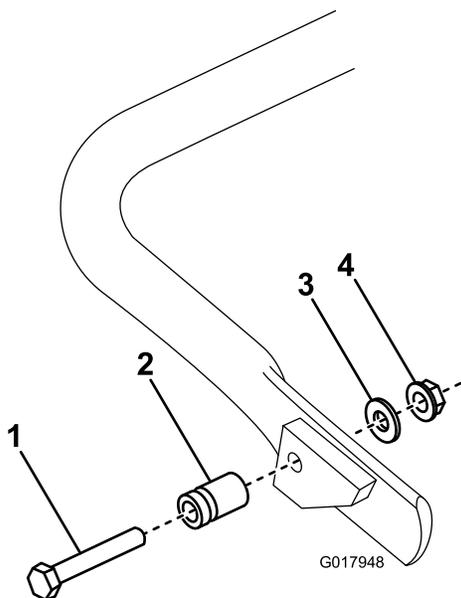

Figure 5
1. **Sur le modèle 04056 uniquement,** fixez le goujon de ressort sur le côté droit de la béquille (Figure 5) au moyen du boulon, de la rondelle et de l'écrou à embase fournis.